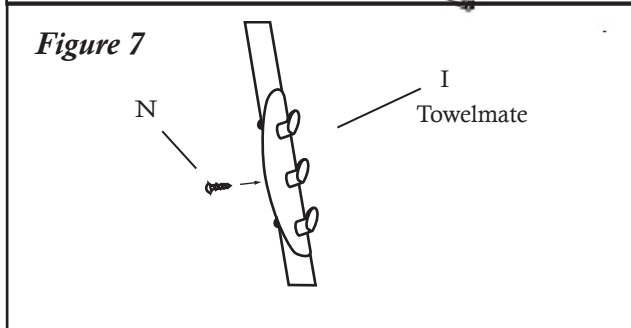

Figure 7
#10 Klicken Sie den TowelMate-Handtuchhalter (J) auf die gewünschte Seite des CoverMate und installieren Sie eine selbstschneidende Schraube in der Mitte (Fig. 7).